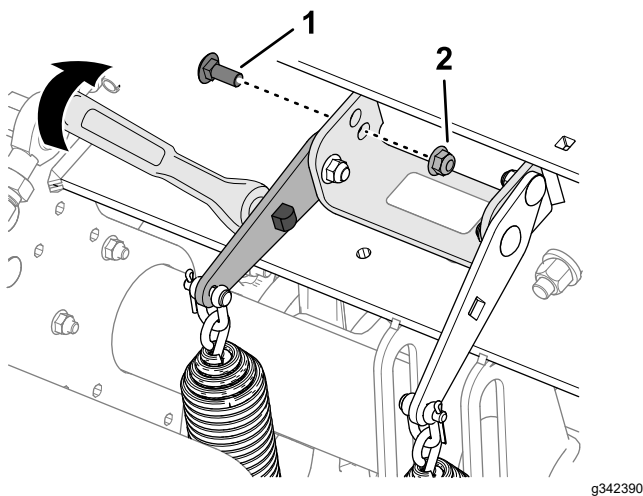

Figura 119
4. Introduceți o cheie cu clichet de ½" sau o bară de rupere în orificiul pătrat din placa de tensionare cu arc (Figura 119).